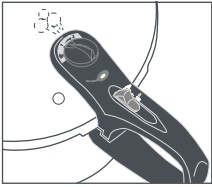
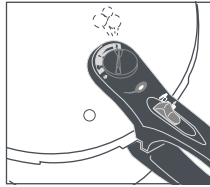
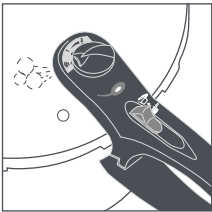
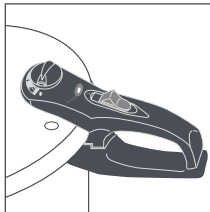

Fig. 3
Fig. 4
Fig. 5
Fig. 6
Soupape de régulation de la pression (3) (modèles Duo et Rapid Xpress). Elle maintient une pression stable à l'intérieur de l'autocuiseur. La soupape de régulation de la pression (3) compte deux niveaux de pression (positions 1 et 2). Sur la position 1 (Fig. 3) la soupape de régulation de la pression (3) fonctionne à 60 kPa (cuisson rapide) et sur la position 2 (Fig. 4) elle fonctionne à 100 kPa (cuisson ultra rapide). Lorsque l'autocuiseur a atteint la pression de cuisson correcte, réduisez l'intensité de la source de chaleur à une puissance moyenne-faible qui permette de maintenir la pression stable. La soupape de régulation de la pression (3) a elle-aussi une position pour libérer la vapeur rapidement Ξ) (Fig. 5) et une autre position pour l'extraction de la soupape Φ (Fig. 6). Vous verrez que la soupape de régulation de la pression (3) ne pivote pas aussi facilement sur la position d'extraction Φ que sur les autres positions.